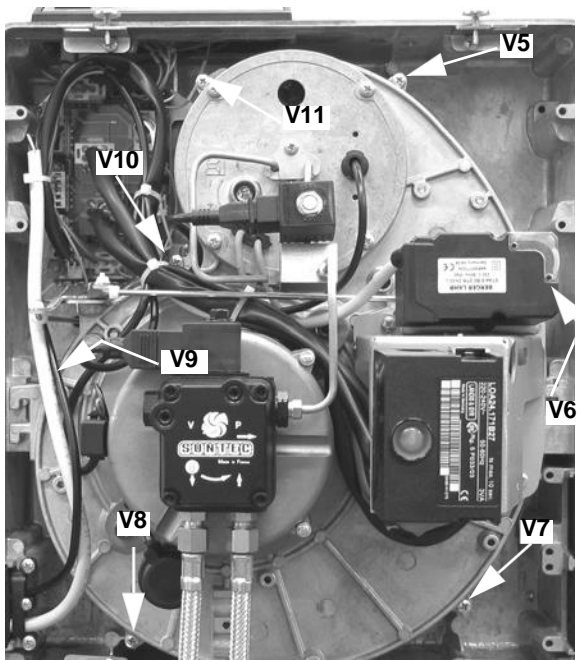

Fig. 44
- Entfernen Sie die 7 Schrauben V5 - V11, mit denen die Komponentenplatte befestigt ist (Abb. 44).
- Setzen Sie die Brennerplatte wieder zusammen und ziehen Sie die 6 Schrauben V5 - V11 an (Abb. 44).